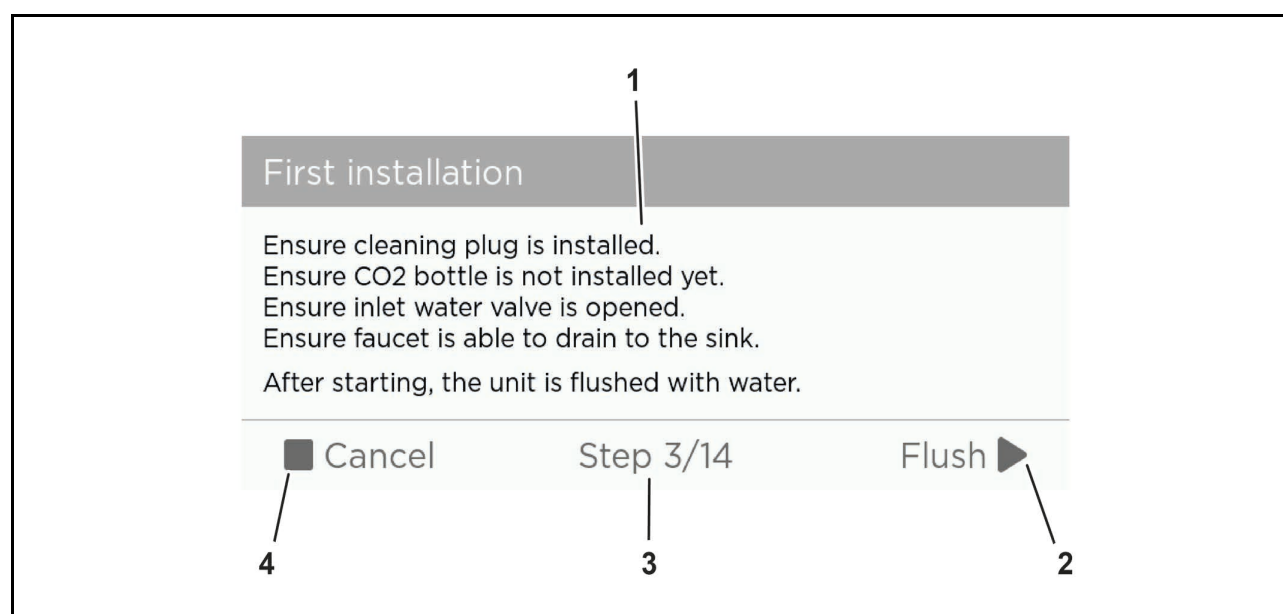

Abb. 22 Pierwsze uruchomienie systemu
1. Rozpocząć pierwsze uruchomienie poprzez naciśnięcie przycisku „Next” (dalej) (Abb. 22/2).
2. Podczas pierwszego uruchomienia oprogramowanie zostaje fabrycznie ustawione na język angielski. Język można dopasować w drugim kroku. W polu statusu (Abb. 22/1) nacisnąć przycisk „Yes” (tak), aby zmienić język (patrz rozdział 7.2.4.15) lub „Skip” (pomiń) (Abb. 22/2), aby przejść do kolejnego kroku.
3. W kolejnym kroku nastąpi przygotowanie do płukania systemu, patrz rozdział 7.2.4.9. Postępować według wytycznych w polu statusu (Abb. 22/1) i nacisnąć przycisk „Flush” (płukaj) (Abb. 22/2), aby uruchomić płukanie systemu lub „Cancel” (anuluj) (Abb. 22/4), aby anulować pierwsze uruchomienie.
4. Nacisnąć przycisk „Start” (start) (Abb. 22/2), aby kontynuować płukanie systemu lub „Cancel” (anuluj) (Abb. 22/4), aby anulować pierwsze uruchomienie. Monitorować postęp prezentowany w polu statusu (Abb. 22/1). Kiedy płukanie systemu zostanie zakończone, nacisnąć przycisk „Finish” (zakończ) (Abb. 22/2), aby kontynuować lub „Cancel” (anuluj) (Abb. 22/4), aby anulować pierwsze uruchomienie.
5. Podłączyć zbiornik CO₂, jak tylko pojawi się komunikat wzywający do tego, patrz rozdział 8.4. Postępować według wytycznych w polu statusu (Abb. 22/1) i nacisnąć przycisk „Next” (dalej) (Abb. 22/2), aby kontynuować lub „Cancel” (anuluj) (Abb. 22/4), aby anulować pierwsze uruchomienie.
6. Jeśli do systemu podłączone jest zewnętrzne zasilanie CO₂, nacisnąć przycisk „Yes” (tak) lub „No” (nie). Postępować według wytycznych w polu statusu (Abb. 22/1) i nacisnąć przycisk „Next” (dalej) (Abb. 22/2), aby zapisać wprowadzone dane lub „Cancel” (anuluj) (Abb. 22/4), aby anulować pierwsze uruchomienie.
7. W kolejnym kroku nastąpi przygotowanie do kalibracji systemu, patrz rozdział 7.2.4.11. Postępować według wytycznych w polu statusu (Abb. 22/1) i nacisnąć przycisk „Next” (dalej) (Abb. 22/2), aby uruchomić kalibrację systemu lub „Cancel” (anuluj) (Abb. 22/4), aby anulować pierwsze uruchomienie.
8. W kolejnym kroku oznaczona zostanie twardość wody, patrz rozdział 7.3. Postępować według wytycznych w polu statusu (Abb. 22/1) i nacisnąć przycisk „Next” (dalej) (Abb. 22/2), aby ustawić twardość wody lub „Cancel” (anuluj) (Abb. 22/4), aby anulować pierwsze uruchomienie.
9. W kolejnym kroku nastąpi dopasowanie wartości twardości wody, patrz rozdział 7.2.4.7. Postępować według wytycznych w polu statusu (Abb. 22/1) i nacisnąć przycisk „Next” (dalej) (Abb. 22/2), aby zapisać wprowadzone dane lub „Cancel” (anuluj) (Abb. 22/4), aby anulować pierwsze uruchomienie.
10. W kolejnym kroku rozpoczęte zostanie ustawianie temperatury zimnej wody, patrz rozdział 7.2.4.6. Postępować według wytycznych w polu statusu (Abb. 22/1) i nacisnąć przycisk „Next” (dalej) (Abb. 22/2), aby dokonać dopasowania lub „Cancel” (anuluj) (Abb. 22/4), aby anulować pierwsze uruchomienie.
11. W kolejnym kroku ustawiona zostanie temperatura zimnej wody, patrz rozdział 7.2.4.6. Postępować według wytycznych w polu statusu (Abb. 22/1) i nacisnąć przycisk „Next” (dalej) (Abb. 22/2), aby zapisać wprowadzone dane lub „Cancel” (anuluj) (Abb. 22/4), aby anulować pierwsze uruchomienie.
12. W kolejnym kroku wykonane zostanie czyszczenie systemu, patrz rozdział 8.3.2. Postępować według wytycznych w polu statusu (Abb. 22/1) i nacisnąć przycisk „Next” (dalej) (Abb. 22/2), aby uruchomić czyszczenie systemu lub „Cancel” (anuluj) (Abb. 22/4), aby anulować pierwsze uruchomienie.
13. Zamontować adapter do czyszczenia, jak tylko pojawi się komunikat wzywający do tego, patrz rozdział 8.7. Postępować według wytycznych w polu statusu (Abb. 22/1) i nacisnąć przycisk „Next” (dalej) (Abb. 22/2), aby kontynuować lub „Cancel” (anuluj) (Abb. 22/4), aby anulować pierwsze uruchomienie.
14. Zamontować filtr, jak tylko pojawi się komunikat wzywający do tego, patrz rozdział 8.5. Postępować według wytycznych w polu statusu (Abb. 22/1) i nacisnąć przycisk „Next” (dalej) (Abb. 22/2), aby kontynuować lub „Cancel” (anuluj) (Abb. 22/4), aby anulować pierwsze uruchomienie.
15. System można podłączyć do Internetu poprzez WLAN lub Bluetooth. W polu statusu (Abb. 22/1) nacisnąć przycisk „Yes” (tak), aby utworzyć połączenie (patrz rozdział 7.2.4.5), „Skip” (pomiń) (Abb. 22/2), aby kontynuować lub „Cancel” (anuluj) (Abb. 22/4), aby anulować pierwsze uruchomienie.
16. Konfiguracja została zakończona. Nacisnąć przycisk „Finish” (zakończ) (Abb. 22/2), aby zakończyć pierwsze uruchomienie lub „Cancel” (anuluj) (Abb. 22/4), aby anulować pierwsze uruchomienie.